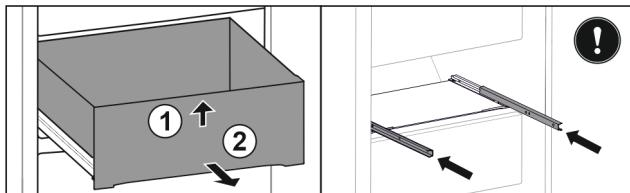

Fig. 51
- Підняти висувний ящик спереду. Fig. 51 (1)
- Вийняти висувний ящик рухом вперед. Fig. 51 (2)